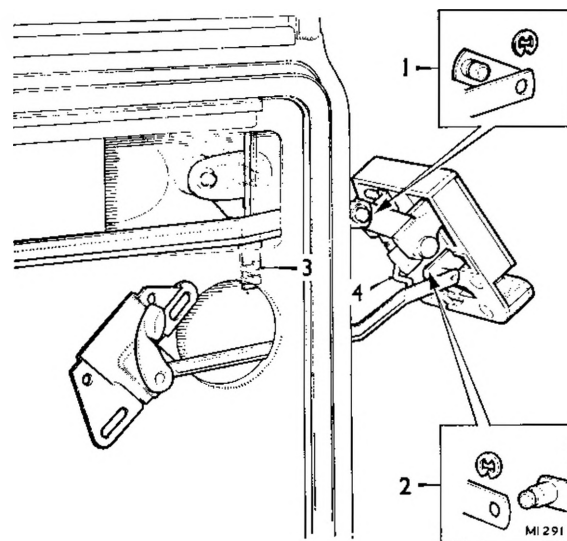

Fig. Rb.6
- (4) Estrarre dal tirante di comando della serratura (4, Fig. Rb.6) l'estremità inferiore del puntalino azionato dalla chiave (3).
- (5) Tirare la serratura verso l'esterno; togliere gli anelli di ritegno del comando a distanza (1) e della levetta interna di comando (2, Fig. Rb.6) ed estrarre i due dispositivi. Rimuovere, infine, la serratura dalla porta.
- (6) Eseguire nell'ordine inverso le operazioni del distacco e tener presente le seguenti istruzioni:-
- (7) Con riferimento alla Figura Rb.6. Assicurarsi che gli anelli elastici che fissano la leva di comando a distanza (1) e la levetta interna di comando della serratura (2) siano nelle loro giuste posizioni di montaggio e che il tirante di bloccaggio(4) sia entrato nella molletta elastica del puntalino (3) della maniglia esterna.
- (8) Controllare la registrazione della corsa dello stantuffino del pulsante della maniglia esterna (Ved. Registrosioni, Sezione Rb.5).
- (9) Riattaccare sul pannello della porta strisce d'adesivo. Prima di rimontare il pannello di rivestimento, verificare il funzionamento della serratura.
- (10) Se necessario, variare la posizione dello scontrino (Ved. Registrosioni, Sezione Rb.5).